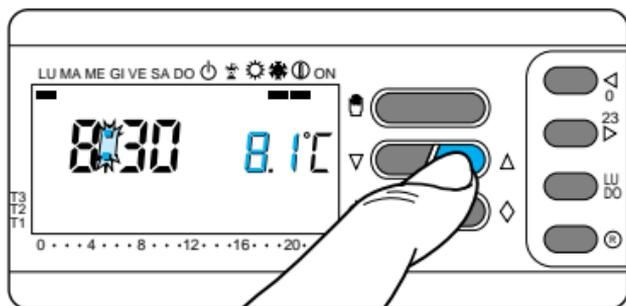
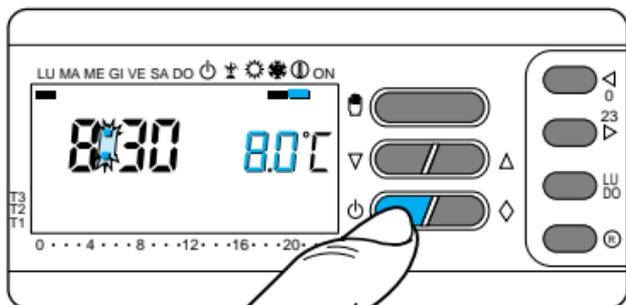

Fig. 54
Fig. 55
En el display aparece el gráfico del programa y se lee la temperatura previamente definida, la que puede modificarse mediante los botones ▽ y △ (fig. 54).
**10.2** - Pulse una sola vez el botón ⏻ (fig. 55) para disponer el aparato en modalidad ANTIHELADAS ①, y fije la temperatura deseada mediante el botón ▽ o △ (fig. 54).